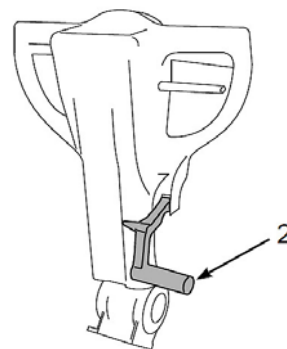

Abb. 32: Absenken der Saugleiste
Schritt 2: Senken Sie die Saugleiste mithilfe des Hebels (Pos. 2, Abb. 32) ab.
- Schritt 3: Stellen Sie die Saugleiste mit Hilfe des Hebels (Pos. 2, Abb. 32) nach oben um diese vom Boden anzuheben.